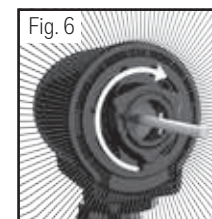

Fig. 6
2. Placez la grille arrière sur la tête du ventilateur en vous assurant que les deux trous de positionnement soient bien alignés avec les deux broches. (Fig. 6)
3. Vissez fermement l'écrou de plastique dans le sens des aiguilles d'une montre pour fixer la grille arrière. (Fig. 6)
Tournez l'écrou de verrouillage du poteau dans le sens contraire des aiguilles d'une montre pour desserrer le poteau. Ajustez le poteau à la hauteur désirée et serrez fermement l'écrou de verrouillage dans le sens des aiguilles d'une montre. (Fig. 6)